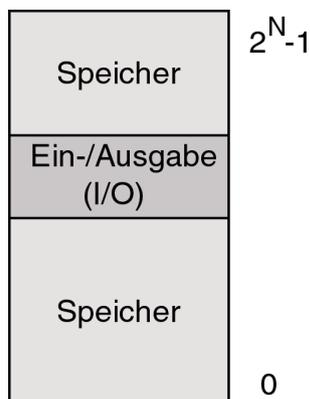

Figure 18.21:
**Speicherbezogene E/A-Adressierung (memory mapped I/O-Adressing)** Es gibt nur einen Systemadressraum, den sich Speicherbausteine und E/A-Bausteine teilen. Ein Teil der Speicheradressen ist auf I/O-Bausteine geleitet, so dass diese im Adressraum des Speichers erscheinen (Abb. 18.21). (z.B. Motorola)